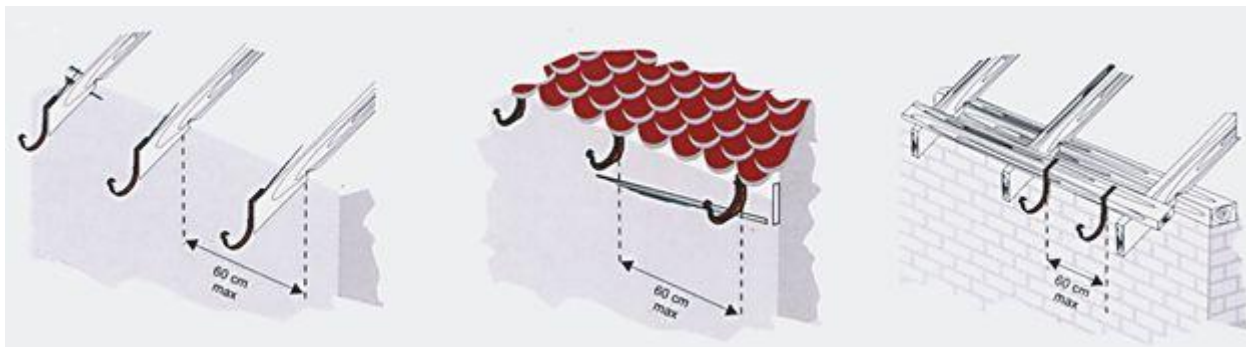

Рис. 2
2.2. Смонтировать кронштейны крепления желоба на карнизном свесе кровли. В зависимости от типа выбранных кронштейнов (металлический / пластиковый), их крепление может осуществляться (см. рис. 2):